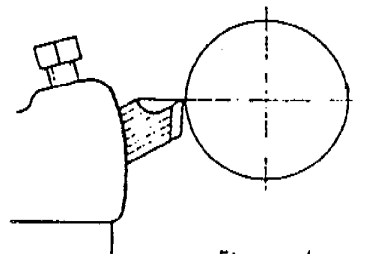

Figura 4
- b. Sujete el porta-herramientas de modo que tenga el máximo de apoyo posible sobre el carro (Figura 4).